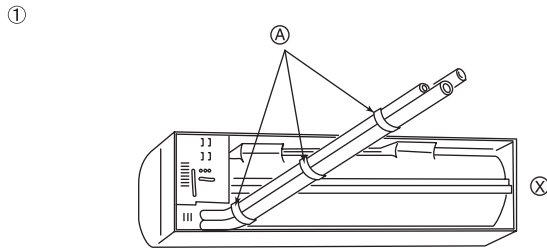
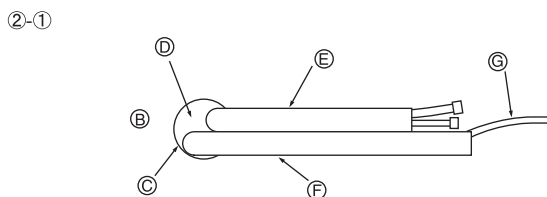

Fig. 3-4
Fig. 3-5
- ① Deliğe bir ip tespit ediniz.
- ② İpe bir ağırlık asmak ve ipi işaretle hizalamak suretiyle kolayca teraziye getirilebilir.
① Arka, sağ ve alt boru bağlantıları. (Fig. 3-4)
② Sol ve arka sol boru bağlantıları
- ②-① Arka sol boru bağlantısı için, boruların doğru uzunluğunu saptamak amacıyla boruları delikten çekip çıkarınız ve sonra da bükünüz. İç ünite duvar montaj mesnedine asılı olmalıdır. (Fig. 3-5)